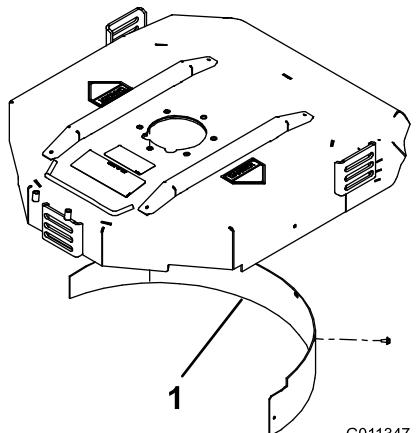

Bild 8
- Montieren Sie das Mulchablenkblech in der hinteren Öffnung und befestigen Sie es mit fünf Bundeschrauben (Bild 8).